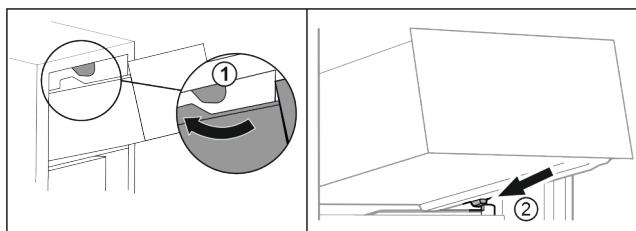

Fig. 77
- ▶ Прокарайте чекмеджето около горните ограничители. Fig. 77 (1)
- ▶ Поставете чекмеджето под ъгъл зад долните ограничители върху реброто на съда. Fig. 77 (2)